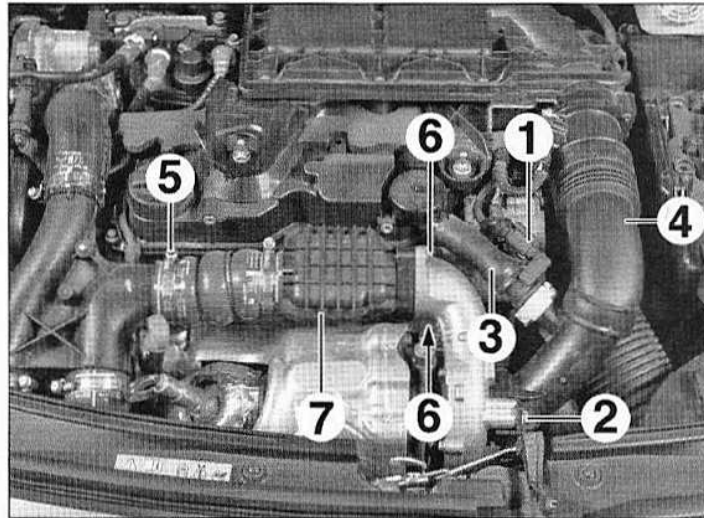

FIG.102
- Débrancher le connecteur (1) (Fig.102).
- la vis (2),
- l'ensemble des conduits d'air (3) et (4).
- Desserrer le collier (5).
- les vis (6),
- l'atténuateur de bruit (7),